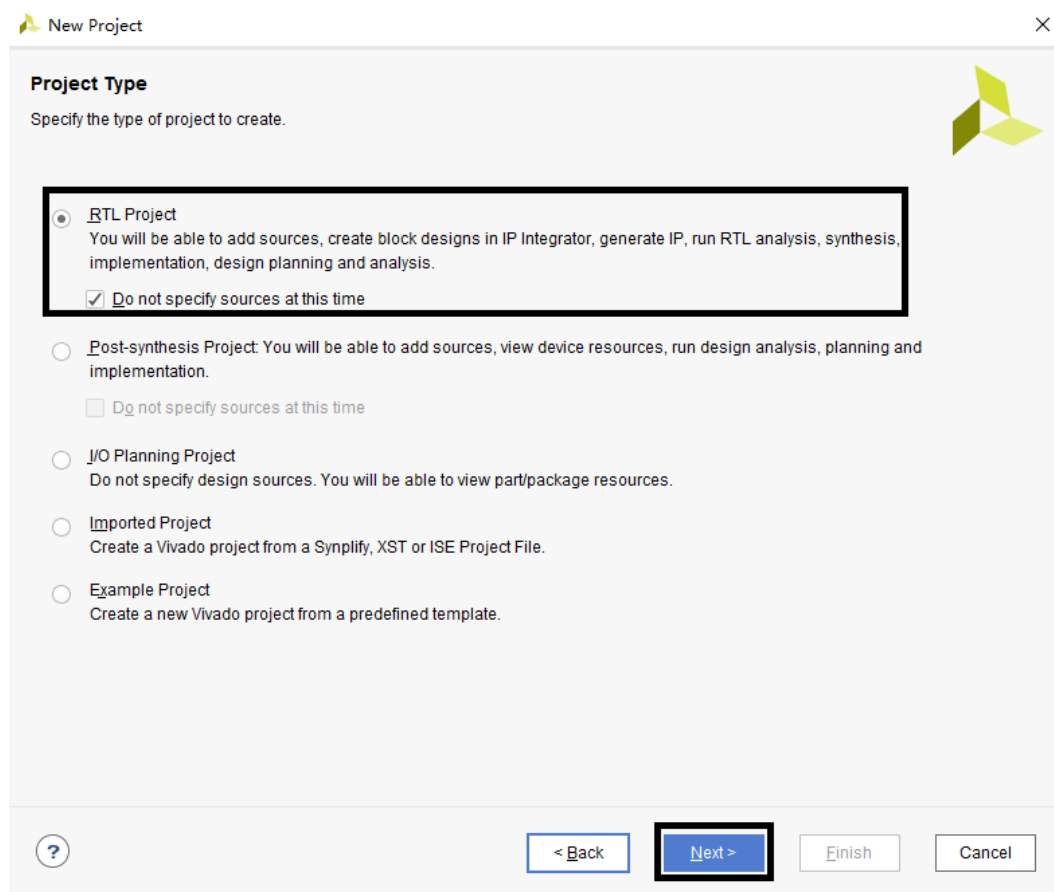

图 1-4 Project Type 窗口
(4). 在 Project Type 窗口中, 选择 RTL Project, 表示将创建基于 RTL 的工程。然后, 勾选 Do not specify sources at this time 选项 (这样将跳过添加源文件的步骤, 源文件可以在后面设计过程中再添加, 如果希望在工程创建的同时添加源文件, 则不勾选该选项) 如图 1-4 所示, 点击 Next 进入下一步。